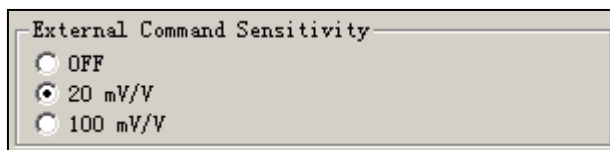

图 5. MultiClamp 700B Commander 外部命令灵敏度的选择（电压钳模式）
- **COMMAND:** 接受来自采样软件（如pClamp）的命令，外部命令灵敏度（External Command Sensitivity）在MultiClamp 700B Commander程序面板Options/Gains中选择（图5）。在电压钳模式，灵敏度的选择可通过降低命令电压的幅度而有效地降低外部命令发生器带来的噪声。共有3个选择：OFF、 20 mV/V 和 100 mV/V 。 20 mV/V 表示来自外部命令的 1 V 步阶电压施加给细胞时为 20 mV ，该命令被缩小了50倍；同理， 100 mV/V 使该命令被缩小了10倍。 20 mV/V 用于对噪声要求较高时，而 100 mV/V 用于给细胞施加大命令电压、而噪声为